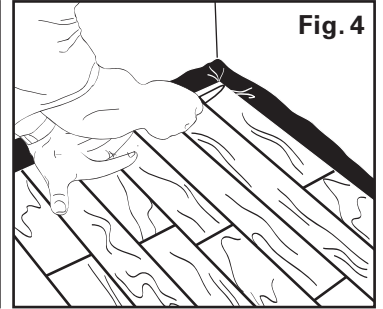

Fig. 4
5. Install your flooring according to the specific manufacturer's instructions. Trim the 2-inch excess film level with the floor and prior to installing baseboard or moldings. (Fig. 4)
5. Installez votre revêtement de sol conformément aux instructions spécifiques du fabricant. Couper l'excédent de film de 2-pouces au niveau du sol et avant d'installer la plinthe ou les moulures. (Fig. 4).
5. Instale su piso de acuerdo a las instrucciones específicas del fabricante. Recorte el exceso de la lámina que ha dejado de 5 cm (2 pulgadas) para quedar nivelada con el piso antes de poner los zócalos o las molduras de base. (Fig. 4)